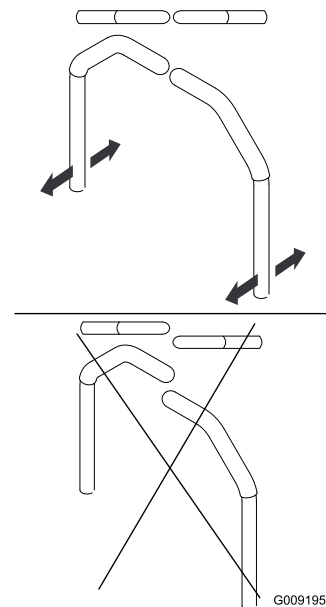

Figura 62
4. Alinee las palancas en el sentido adelante/atrás acercándolas a la posición de punto muerto, y moviéndolas hasta que estén alineadas; luego apriete los pernos (Figura 62).